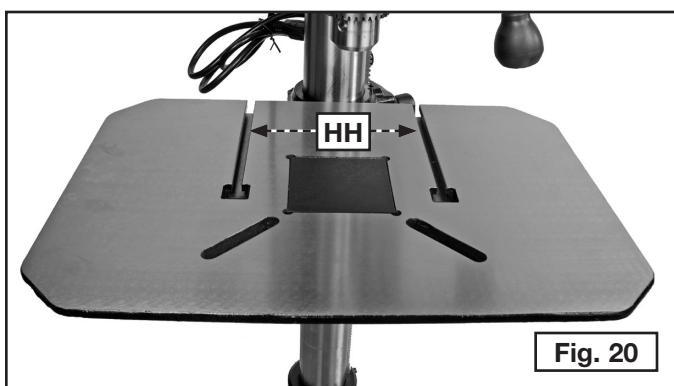

Fig. 20
La mesa de la prensa de taladro viene con dos ranuras en T (HH) Fig. 20 a utilizar con diversos accesorios para la prensa de taladro (bloques de tope, rebordes o abrazaderas). Utilice pernos en T de 5/16 pulg. o pernos hexagonales de 1/4-20 cuando desee fijar su accesorio a la mesa.